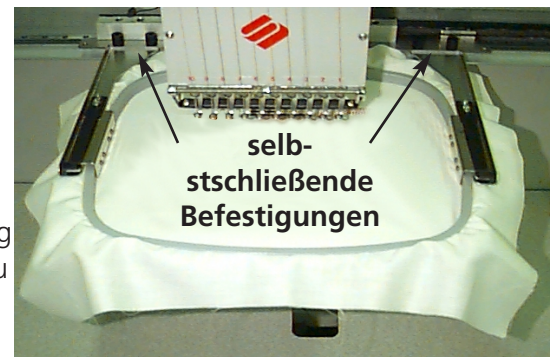

Abbildung 2-10
2. Befestigen Sie die schlauchartigen Stützarme an den ordentlichen selbstschließenden Befestigungen am X-Wagen, die sich unter der Abdeckung befinden (Abbildung 2-10). Die Befestigungen sind durch Löcher in der Abdeckung zugänglich. Befindet sich der Wagen nicht in der Ausgangsposition, ist es eventuell notwendig ihn zu verschieben, um Zugang zu den Befestigungen zu bekommen. Stellen Sie sicher, dass die Klammern nach oben zeigen (an den Enden, an denen der Rahmen für Schlauchwaren angebracht wird).
2. Die Schlauchrahmenstützarme von der Vorderseite des X-Wagens abnehmen. Die beiden Flügelschrauben, die jeden Stützarm halten, entfernen (siehe Abb. 2-10).